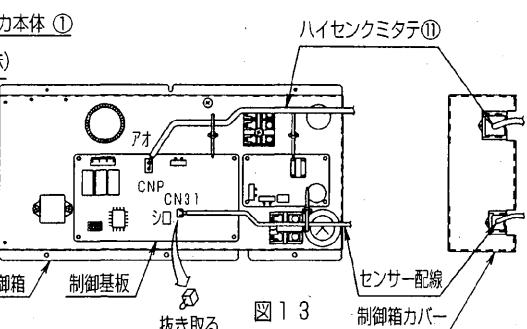

図13
制御箱内の配線経路は図13を参照してください。
- 4) ハイセンクミタテ⑪のコネクター（青）を制御基板上のコネクター（CNP）へ、センサー配線のコネクター（白）を制御基板上のコネクター（CN31）へ、それぞれ差し込んでください。…図13
- 5) 制御箱カバーの配線穴からハイセンクミタテ⑪およびセンサー配線を貫通させた後、制御箱およびセンサー配線を貫通させた後、制御箱カバーを元どおり取付けてください。…図13